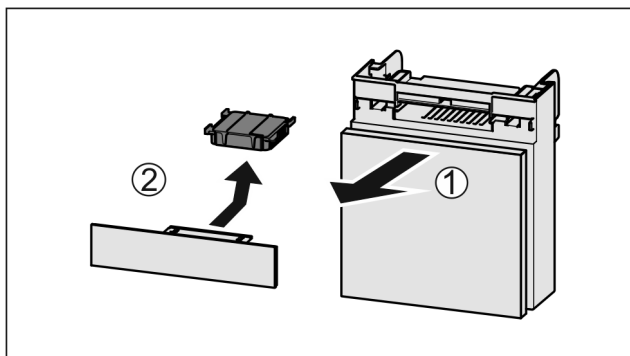

Fig. 127
- Zásuvku vytáhněte dopředu Fig. 127 (1).
- Filtr s aktivním uhlím vyjměte Fig. 127 (2).